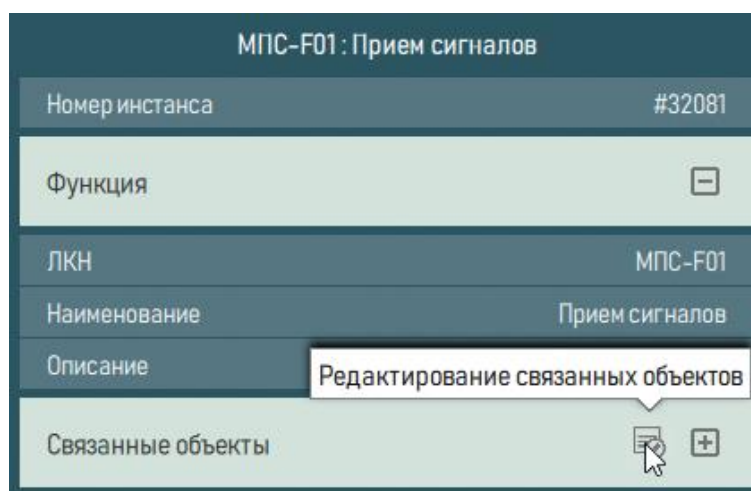

Рисунок 189 – Перейти в режим редактирования списка компонентов
- 3) Нажать кнопку  «Редактирование связанных объектов» в группе полей «Связанные объекты» (рисунок 189).
7) Для удаления связи объекта с функцией необходимо нажать кнопку  «Редактирование связанных объектов» в группе полей «Связанные объекты» (см. рисунок 189)